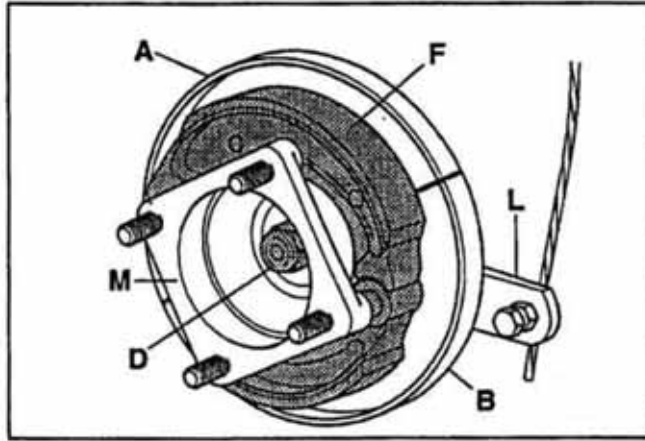

РИС. 45
- 2) Снимите держащую ступицу колеса **M** (Рис.45) путем откручивания центральной гайки **D**. Ударьте пластиковым молотком по самой гайке, чтобы освободить ее от конической соединительной муфты.
- 4) Осуществите монтаж двух полудисковых тормозных башмаков **A** и **B** (Рис.45) путем закрепления их с помощью четырех винтов. Открытый рычаг дисков **L** должен находиться в горизонтальном положении.